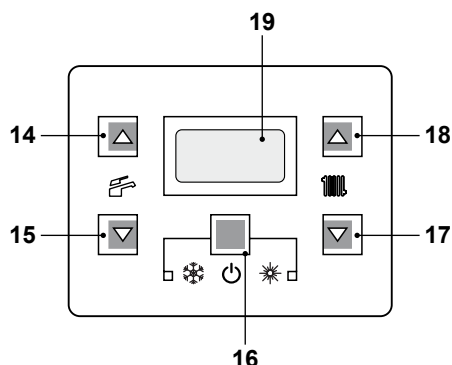

Figura 2.5
- Mantenga pulsado durante 2 segundos el botón 16 hasta que aparezca en la pantalla el símbolo  Figura 2.5 .
La temperatura del agua caliente de impulsión de la calefacción puede regularse mediante los botones 17 (reducción) y 18 (aumento) (Figura 2.5) desde un mínimo de unos 25°C hasta un máximo de unos 85°C. La primera vez que se pulsa uno de los dos botones se muestra el valor de "consigna", la segunda vez se puede modificar.
De todas formas, si la temperatura ambiente no fuera agradable, se puede aumentar o reducir la temperatura de impulsión de la instalación de calefacción en $\pm 15^{\circ}\text{C}$ usando los botones 17 (reducción) y 18 (aumento) (Figura 2.5).
La temperatura del agua caliente sanitaria puede regularse mediante los botones 14 (aumento) y 15 (reducción) (Figura 2.5) desde un mínimo de unos 35°C hasta un máximo de unos 60°C . La primera vez que